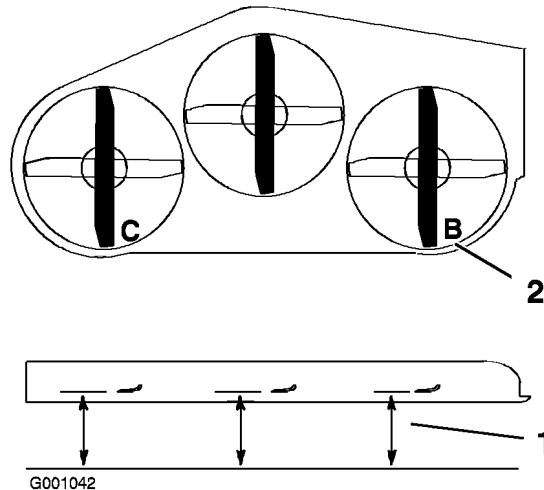

Figura 77
- Coloque la cuchilla derecha en posición longitudinal (Figura 77).
- Mida la cuchilla derecha en la posición **B** desde una superficie nivelada hasta el filo de corte del extremo de la cuchilla (Figura 77).
- Coloque la cuchilla izquierda en posición longitudinal (Figura 77).
- Mida la cuchilla izquierda en la posición C (Figura 77) desde una superficie nivelada hasta el filo de corte del extremo de la cuchilla.